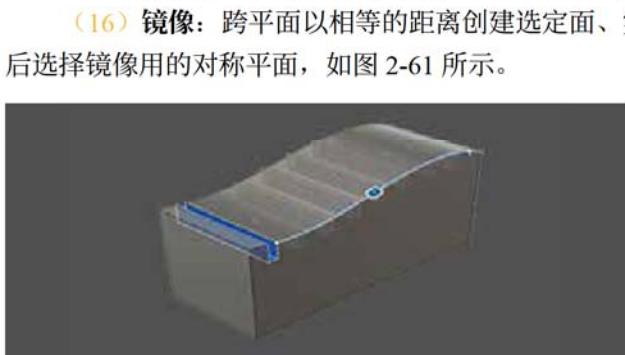

图 2-60
- **路径阵列：**创建重复的面、实体、特征和零部件，并沿路径列排列它们。选择要阵列化的对象以及阵列路径，并指定距离和数量，如图 2-60 所示。